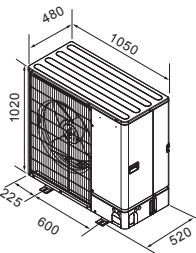

Fig. 2-3
2.3. Vanjske dimenzije (vanjska jedinica) (Fig. 2-3)